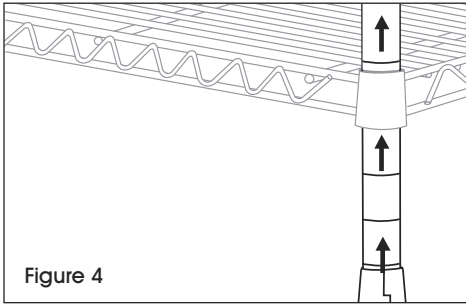

Figure 4
2. Slide post through underside of shelf until shelf slides firmly over supports. (See Figure 4)
2. Insérez le montant par le dessous de la tablette jusqu'à ce que la tablette glisse fermement sur les supports. (Voir Figure 4)